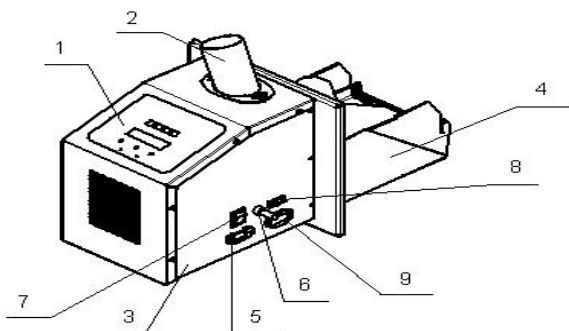
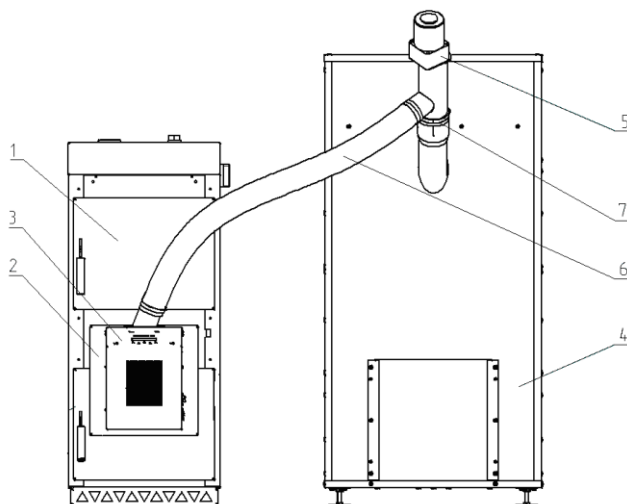

Рис. 33 Пеллетная горелка
Рис. 34 Котлы КС-ТП-12/16, КС-ТП-16/20
8.2.5 К патрубку 2 подачи пеллет (**рис. 33**) подсоединить шланг 6 (**рис. 34, 35**), подающий механизм 5 и бункер 4.
9.12 Схемы установки котлов представлены на рис. 34.